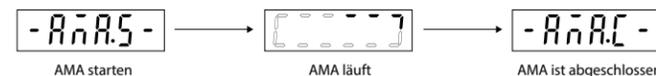

Abbildung 7: AMA-Statusanzeigen
- Stellen Sie [1] *Komplette AMA aktivieren* oder [2] *Reduzierte AMA aktivieren* für *Parameter P4.2.1.3 AMA-Modus* ein. Im Hauptdisplay wird AMA starten angezeigt, siehe *Abbildung 7*.